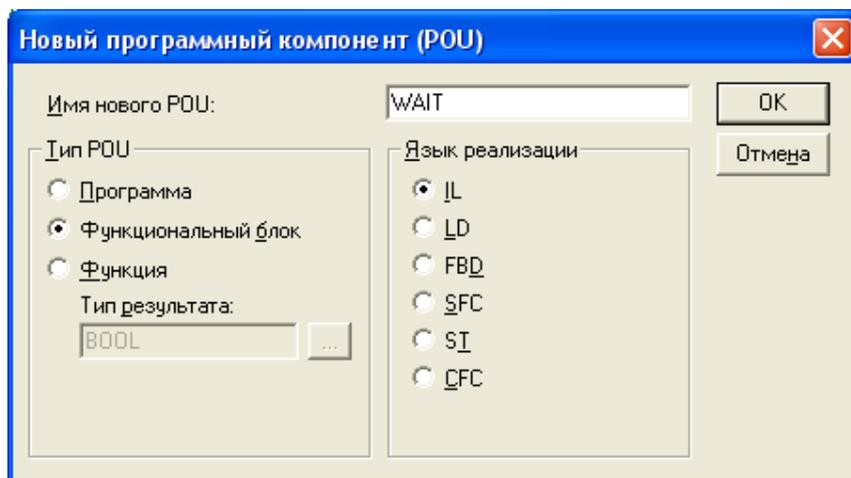

Рисунок 5 – Вікно діалогу створення POU WAIT
3) POU **Функциональный блок** на мові **IL** з ім'ям **WAIT** (рисунок 5).